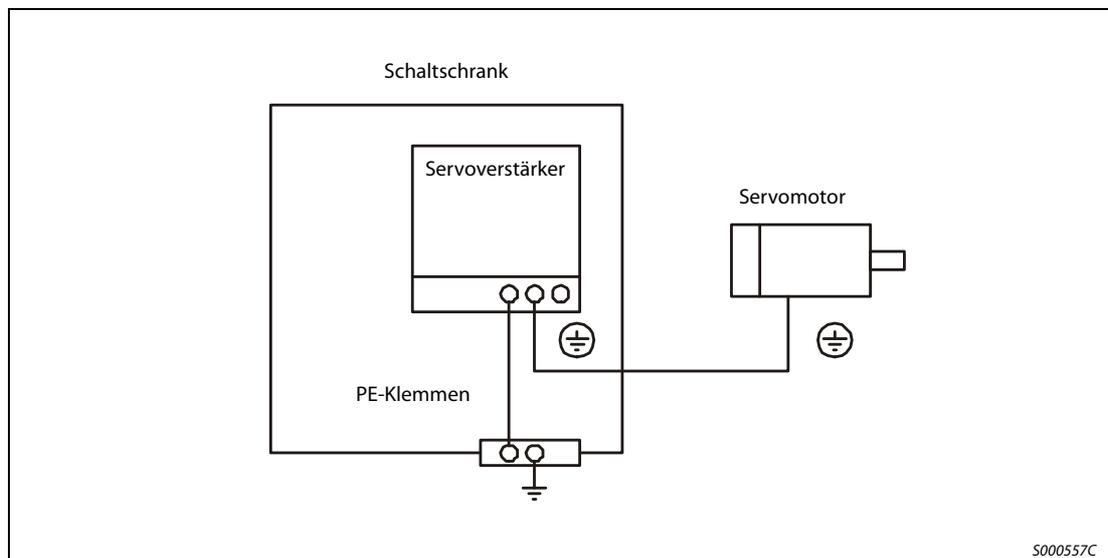

Abb. 3-12: Anschluss der Schutzleiter
- ① Schließen Sie die Servomotoren über den entsprechenden Leistungsstecker an.
- ② Zur Erdung schließen Sie das Erdungskabel des Servomotors an die Klemme der Schutzterde am Servoverstärker an. Gleichzeitig müssen Sie den Servoverstärker über die Erdung des Schaltschranks erden. Siehe Abb. 3-12.
- ③ Bei Einsatz eines Servomotors mit Haltebremse ist diese über eine externe Spannungsquelle 24 V DC anzuschließen.